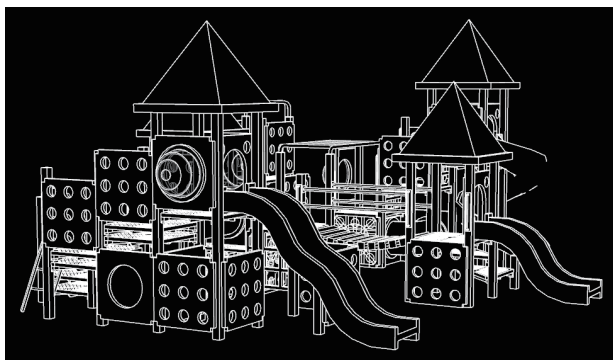

图 2.2.7 CAD 风格
(3) 图 2.2.5 中的第三个工具是“CAD 风格”。单击它以后, SketchUp 模型将变成“黑底白线”状态,如图 2.2.7 所示;再次单击则返回常态。